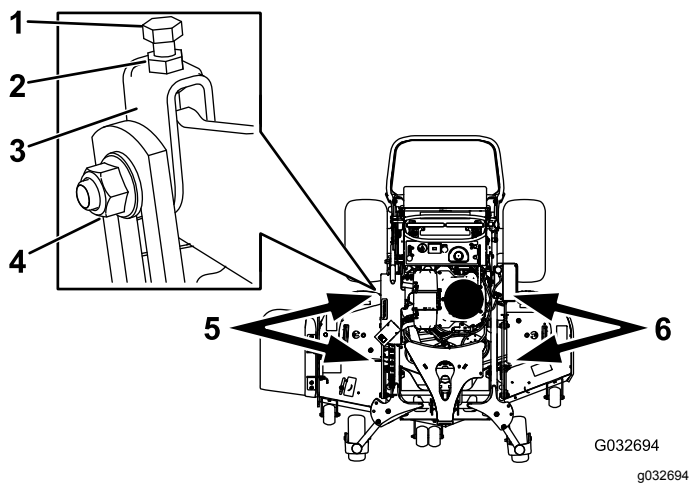

Figure 89
1. Desserrez l'écrou latéral et l'écrou de blocage dans les chapes que vous voulez régler (Figure 89).
2. Tournez le boulon supérieur de ces chapes pour régler la hauteur du tablier de coupe (Figure 89).